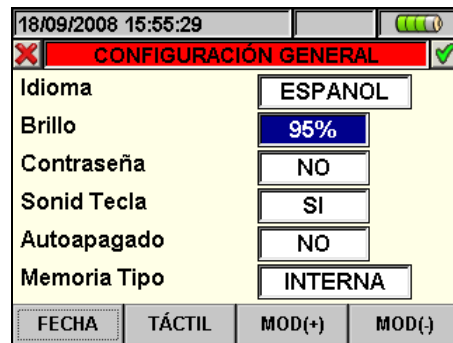

Fig. 11: Pantalla regulación brillo del visualizador
1. Posicione el cursor con las teclas flecha arriba o abajo sobre el campo correspondiente a la función “Brillo” marcado sobre fondo azul, como muestra Fig. 11: